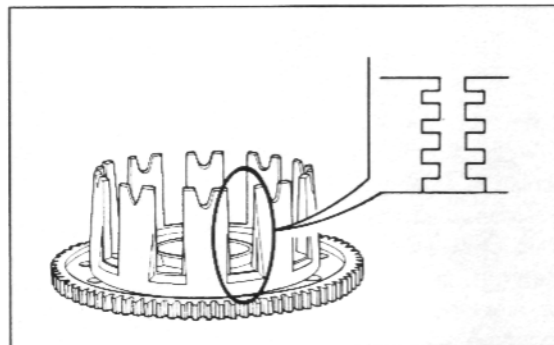

Bild 105
- Schlitzte im Kupplungskorb dürfen keine von den Reibscheiben verursachten Riefen, Kerben oder Scharten aufweisen, gegebenenfalls mit Feile vorsichtig begradigen, siehe Bild 105.